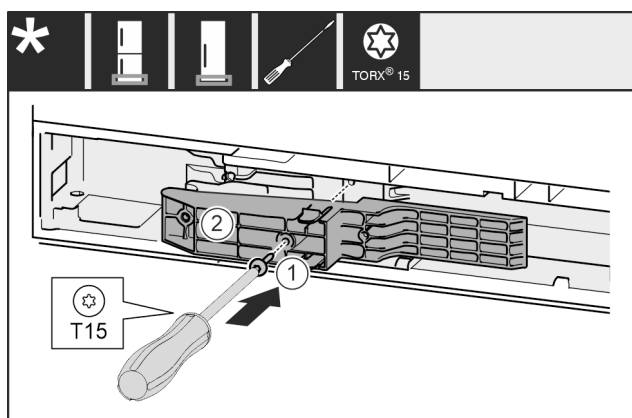

Fig. 61*
- ▶ Vendosni pjesën përshtatëse Fig. 61 (1) në fole në anën e dorezës.*
- ▶ Mbërtheni fort vidën Fig. 61 (2) me kaçavidë.*